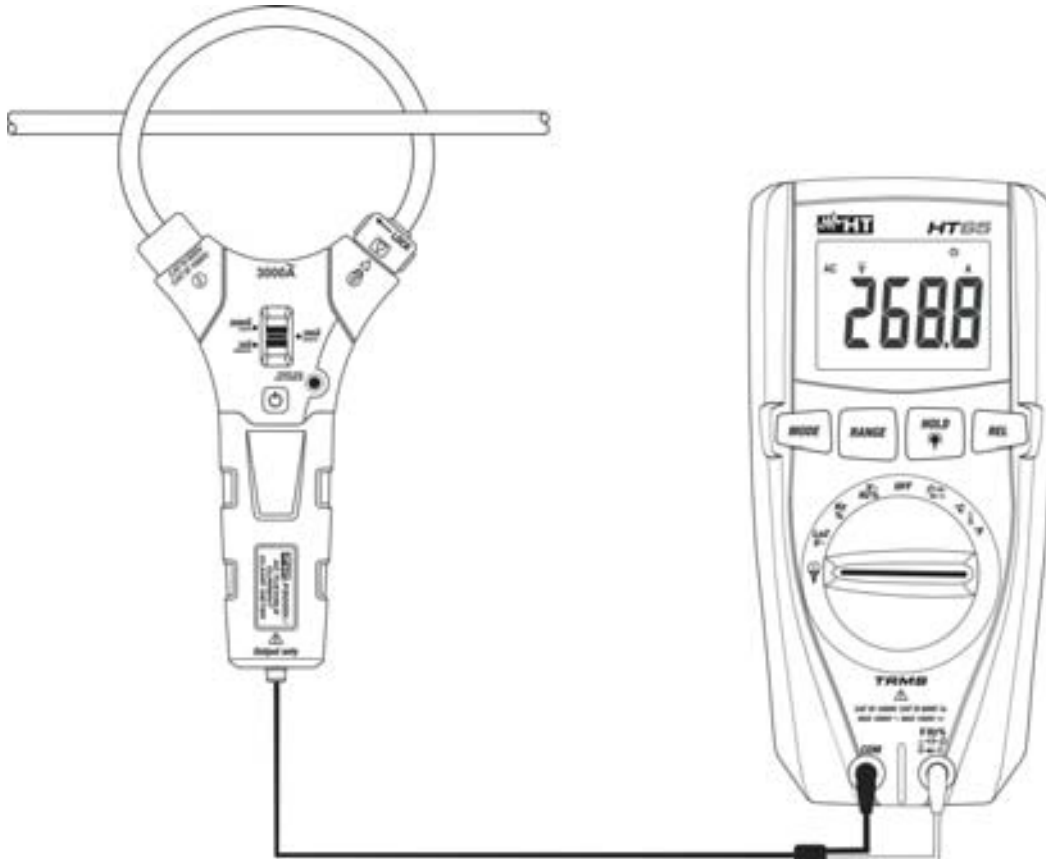

Fig. 11: Uso do instrumento para a medição de Correntes CA com transdutor com pinça
4. Inserir o cabo no interior do toroide (ver Fig. 11). O valor da corrente é apresentado no display.